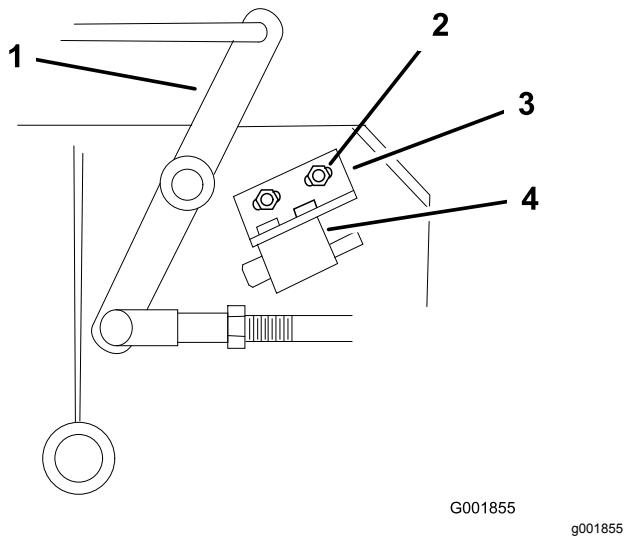

Figure 51
4. Le cas échéant, réglez le contacteur de sécurité des lames en desserrant les boulons de fixation du support du contacteur (Figure 51).
Le levier coudé ne doit **pas** toucher le corps du contacteur au risque de l'endommager (Figure 51).